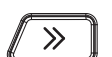

Рисунок 2.38 – Панель управления
2.3.1.1 Панель управления предназначена для подачи команд пуска, останова и сброса неисправности ПЧ, задания частоты, а также для отображения информации и хранения файлов конфигурации (см. рисунок 2.38).